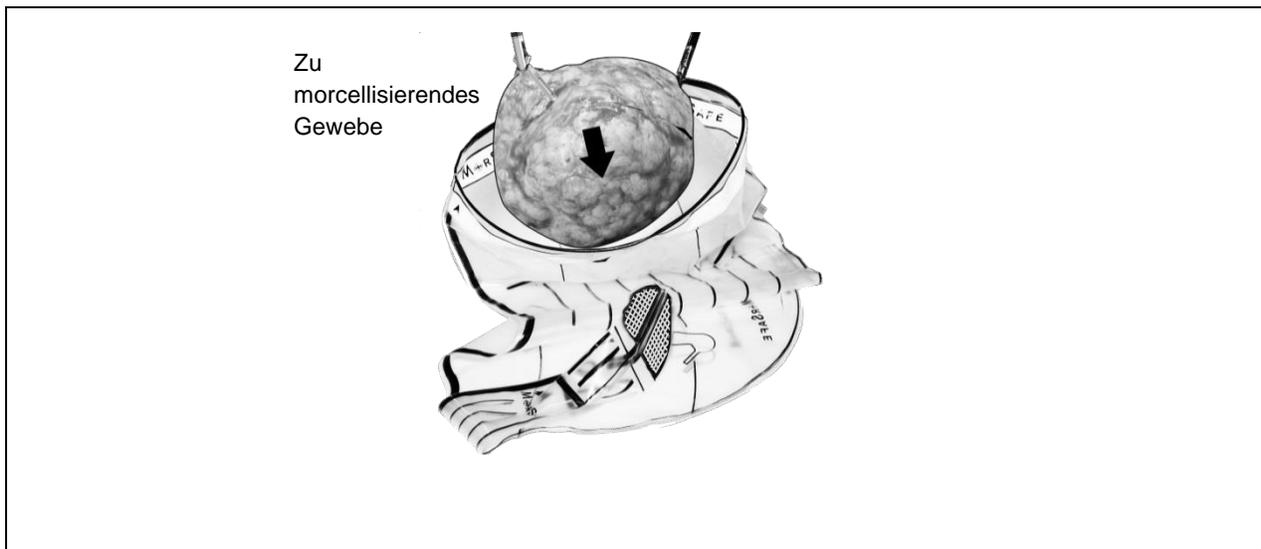

Abbildung 9: Einlegen des Gewebes in den MorSafe® Gewebemorcellierungs-Beutel
- 9.7 Fassen Sie das zu morcellierende Gewebe und legen Sie es in den Beutel, wie in Abbildung 9 dargestellt.